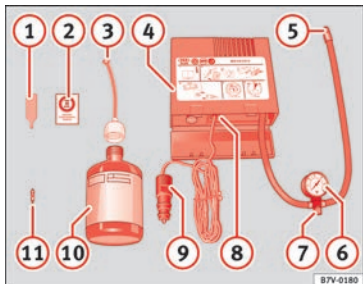

Fig. 69 Rappresentazione standard: contenuto del kit per la riparazione degli pneumatici.
- Svitare il cappuccio e l'elemento di tenuta della valvola del pneumatico. Utilizzare l'apparato » fig. 69 ① per estrarre l'elemento di tenuta. Collocarlo su una superficie pulita.
- Agitare vigorosamente la bomboletta del sigillante per pneumatici » fig. 69 ⑩.
- Avvitare il tubo di gonfiaggio » fig. 69 ③ alla bomboletta del sigillante. La piombatura della bomboletta si rompe automaticamente.
- Rimuovere il tappo del tubo di riempimento » fig. 69 ③ e avvitare l'estremità aperta dal tubo alla valvola dello pneumatico.
- Ricollocare l'elemento di tenuta con l'apparato » fig. 69 ① nella valvola del pneumatico.
- Avvitare il tubo di gonfiaggio del pneumatico del compressore » fig. 69 ⑤ nella valvola del pneumatico.
- Verificare che la vite di sfogo dell'aria sia chiusa » fig. 69 ⑦.
- Collegare il connettore » fig. 69 ⑨ a una presa elettrica a 12 V del veicolo » pag. 168.
- Collegare il compressore ad aria con l'interruttore ON/OFF » fig. 69 ⑧.